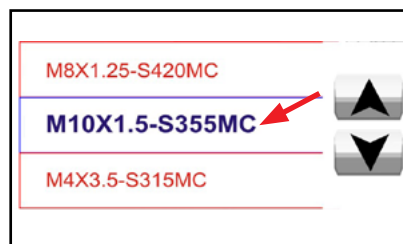

ABB. 5
- Programm aus dem Menü auswählen (Abb. 5).